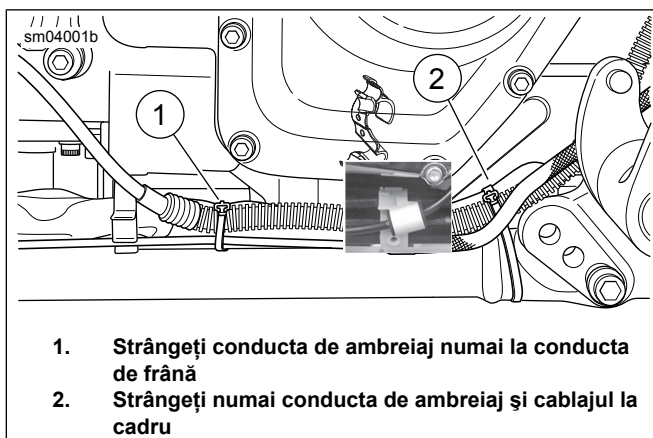
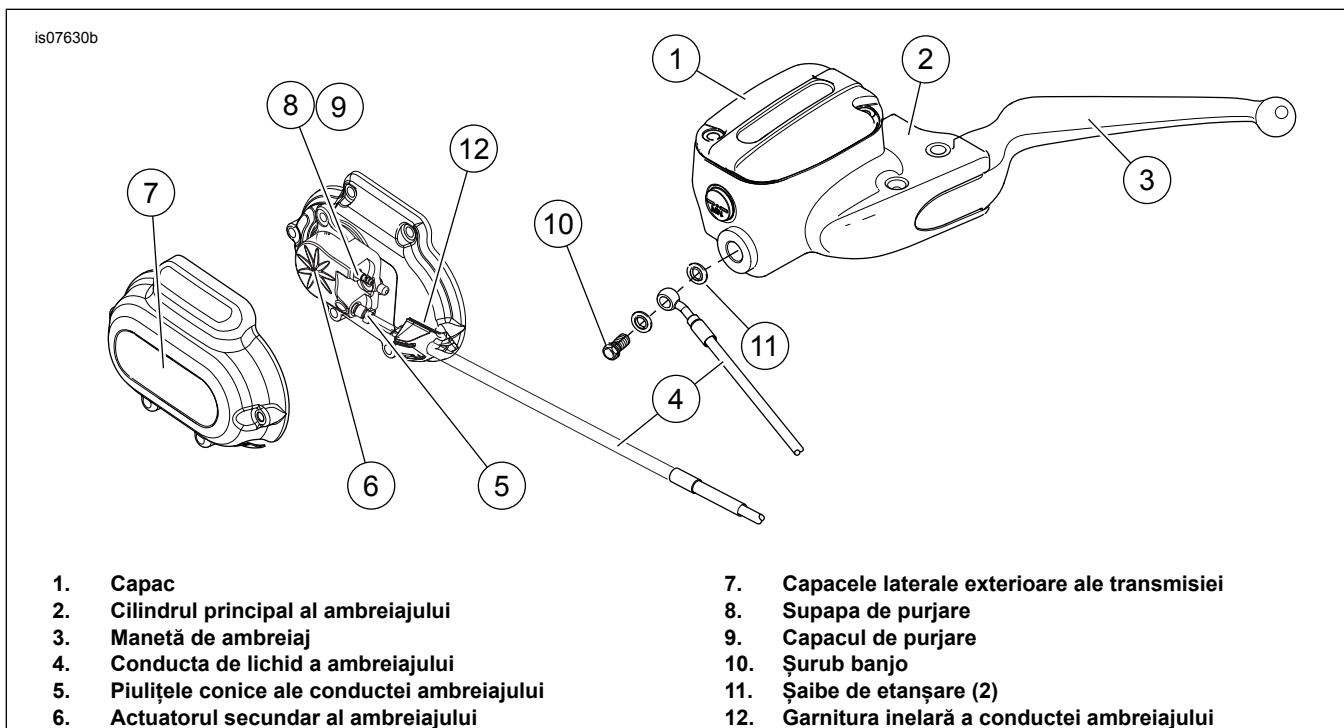

Figura 2. Locația colierului de cablu a conductei de lichid a ambreiajului
Figura 3. Conectorii conductei de lichid a ambreiajului
5. **TOATE modelele:** a se vedea manualul de service și Figura 3 . Scoateți capacul lateral al transmisiei (7).
6. Consultați manualul de service. Goliți conducta de lichid a ambreiajului (4). Deconectați conducta de lichid de la actuatorul secundar al ambreiajului (6).
7. Deconectați conducta de lichid de la rezervorul cilindrului principal al ambreiajului (2). Păstrați șurubul banjo (10). Aruncați șaibele de etanșare (11).
10. Consultați Figura 2 . Rețineți amplasarea curelelor de cablu. Scoateți curelele de cablu care fixează conducta de lichid ambreiaj la conducta de frână spate. Scoateți curelele de cablu de pe tuburile cadrului.
5. Consultați Figura 3 . Montați (fără a strânge) piulițele conice (5) pe actuatorul secundar al ambreiajului (6).
6. Consultați Figura 2 . Fixați conducta de lichid ambreiaj folosind curele de cablu noi. Verificați să nu existe contact cu sistemul de eșapament sau cu orice alte componente care pot cauza deteriorări.
11. Consultați Figura 3 . Montați garnitura inelară de pe capacul lateral al transmisiei (12) pe conducta de lichid ambreiaj. Poziționați aproximativ ca în imagine. Poziționați capătul cu piulița tubulară al conductei de lichid a ambreiajului (5) și garnitura inelară ca să se potrivească în canelura capacului lateral al transmisiei. Strângeți piulița tubulară.